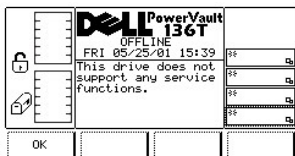

图 120. 维修 > 驱动器维修对话框
- 1 如果按下**确定**软键下方的按钮，将接受当前值，同时显示“驱动器维修功能子菜单”。请参考图 120。
选择驱动器后，将显示“驱动器维修对话框”。请参见图 120。